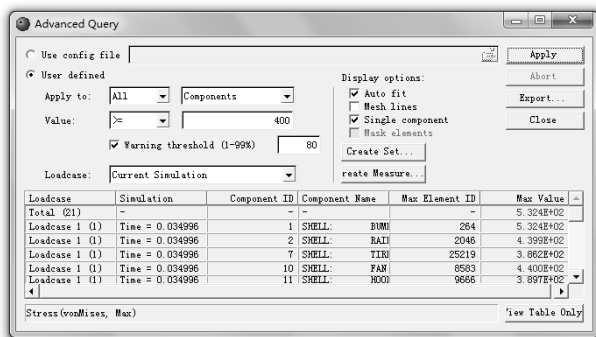

图 13-26 查询结果
- (8) 单击 Apply 按钮，结果如图 13-26 所示。注意，此时图形区将显示模型轮廓线。